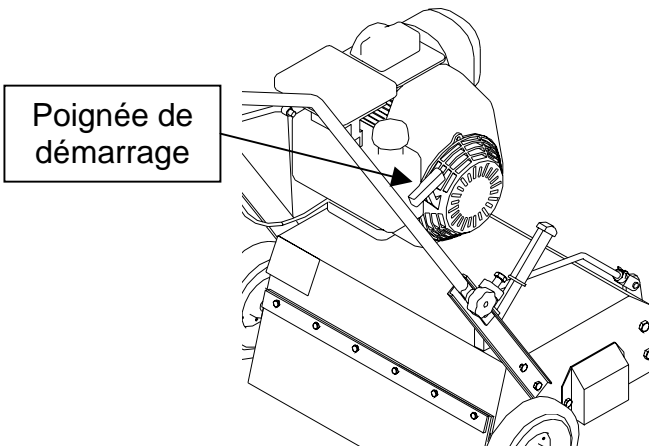

Fig. 8
- Prenez la poignée de démarrage (Fig. 8) et tirez le câble sans forcer jusqu'à sentir la résistance provoquée par la compression, relâchez la poignée puis tirez énergiquement pour mettre le moteur en marche en maintenant pressé le levier de commande.